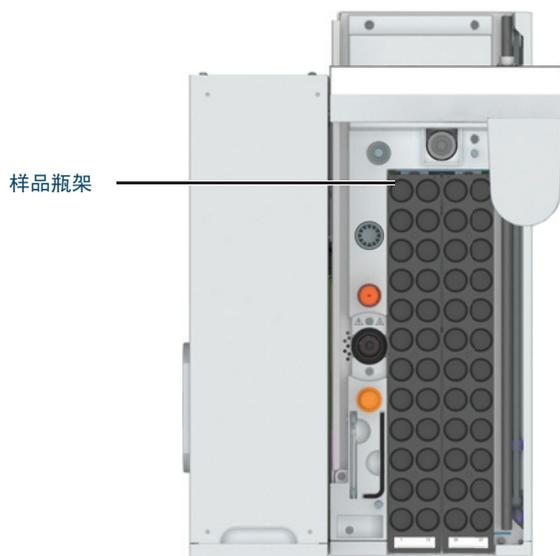

图 12. 样品盘样品瓶位置（所示为 48 位样品瓶样品盘，120 位样品瓶样品盘类似）
- 2 根据需要将盖好瓶盖的样品瓶放入样品盘中。请参阅图 12。